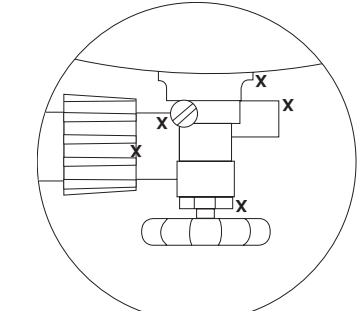

Figura 4
4. Aplique con una cuchara la solución de verificación de escapes en todas las ubicaciones marcadas con "X" (vea la Figura 4).